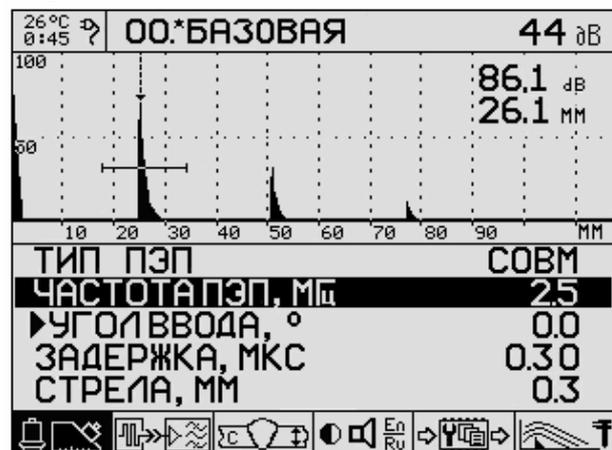

Рисунок 3.1 – Режимы работы дефектоскопа
3.1.1 Включите дефектоскоп. Если дефектоскоп находится в режиме измерений (в верхней части экрана дефектоскопа индицируется одно из значений режима измерений: «ПОИСК», «ОБЗОР», «ЛУПА», «В-СКАН»), то нажатием  MENU войдите в режим МЕНЮ (Рисунок 3.1 – Б).